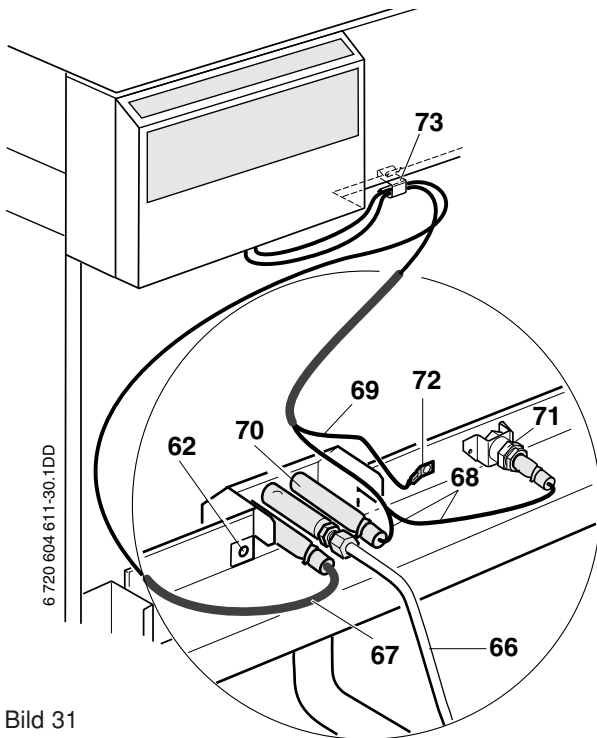

Bild 31
- Vormontierte GasstraÙe (61) am Brenner (2) festschrauben
- Stütze (65) sofort nach Einbau der GasstraÙe (61) unterstellen.
- Kompletter Zündbrenner mit Halteblech (63) in den Feuerraum-Ausschnitt (64) einführen und mittels den zwei M5 Schrauben + Zahnscheiben (62) an der Brenner-Platte (2) festschrauben.
- **Gasanschluß links** ist möglich durch Drehen der GasstraÙe (61) um 180° und Anpassen der Zündgasleitung (66), siehe Bild 31.